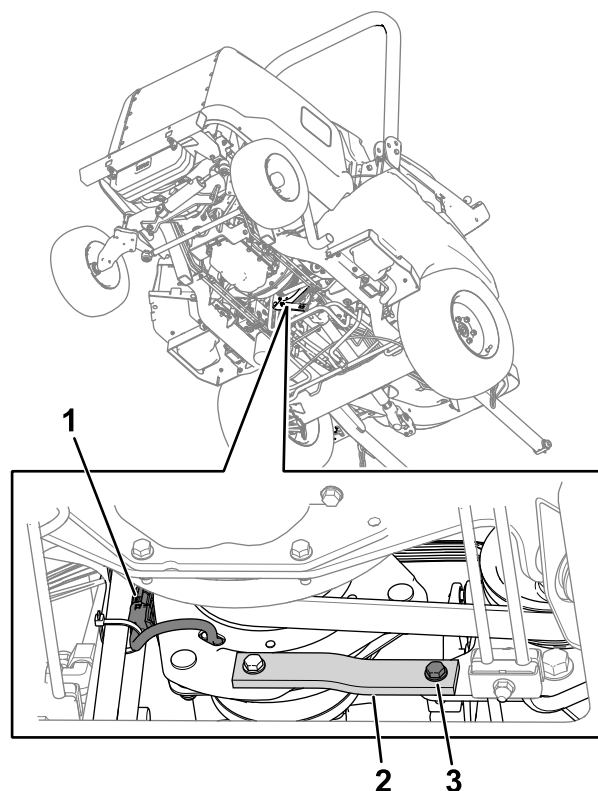

図 75
2. 機体のワイヤハーネスから、クラッチ用ワイヤハーネスのコネクタを外す 図 75。
3. フレームについている金属製とゴム製のストラップ 図 75から、ボルト、ワッシャ、ナットを外す。